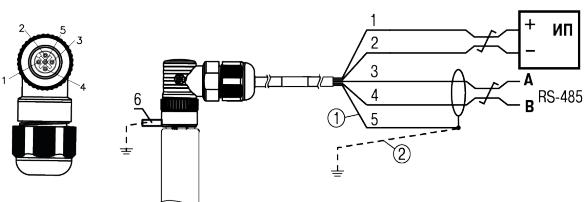

Рисунок 7.2 – Схема подключения с подключением экрана по схеме выравнивания потенциала
1. Заземлить корпус датчика с помощью клеммы заземления (см. рисунок 7.2 подключение 6).